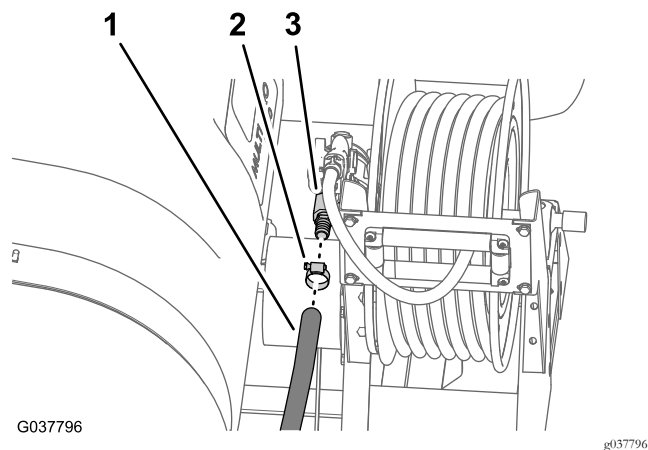

Figura 100
5. Monte o tubo de fornecimento no entalhe do tubo reto do cilindro de tubagem e prenda o tubo com uma braçadeira de tubos (Figura 100).